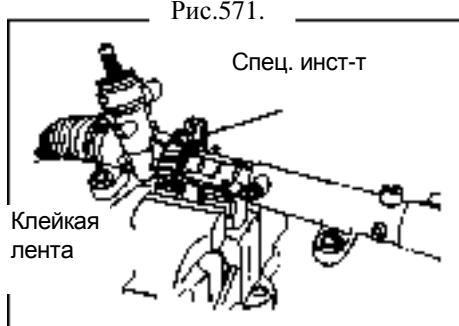

Рис.571.
- (а) Используйте специальный инструмент для обеспечения крепления гидроусилителя руля (рис.571).